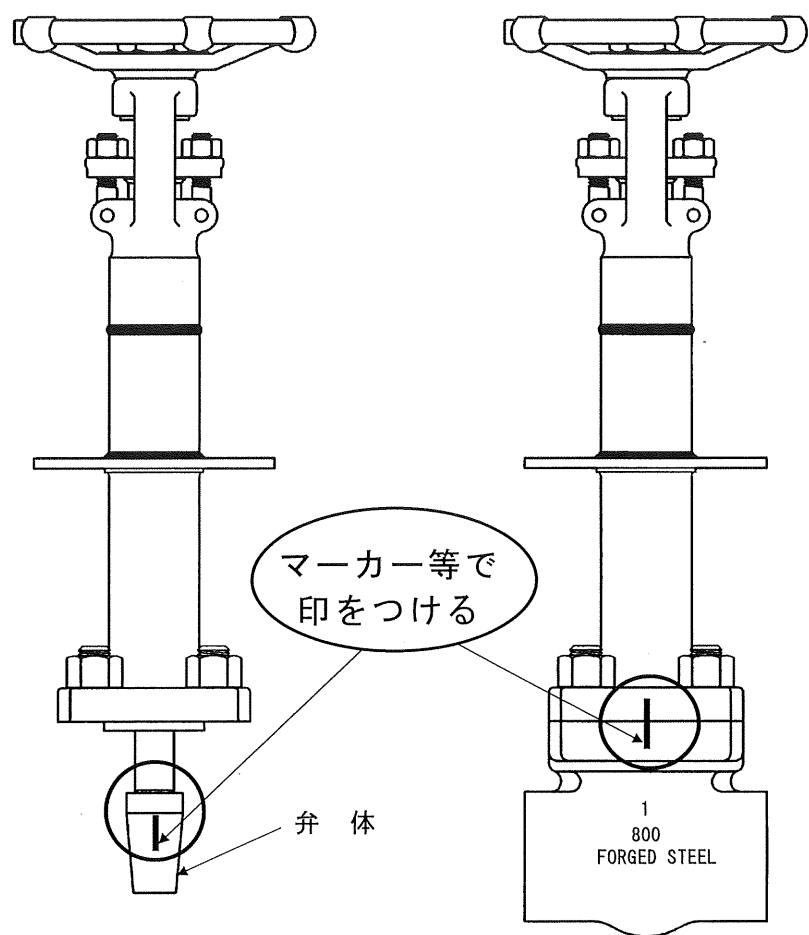

図 7.1 “合マーク” の仕方の例
- ふたボルトナットを緩めるまえに弁箱とふたをまたいでマーカ一等で図 7.1に示すとおり“合マーク”の印をしてください。組立てするとき、“合マーク”に合わせます。
- ① 全閉状態にあるバルブは、ハンドル車を反時計廻りに廻し、バルブを中間開度の状態にしてください。全閉状態にある仕切弁は、弁体とシートリングのシート面が完全に密着していますから、この状態では、以降の分解を難しくしますので、組立てたままの状態ですシート面が離れる状態までバルブを開くことにより分解しやすくなります。
- ② そのままの状態ですふたボルトナットを1本ずつ対角線上に取り外してください。もし、残圧がある場合は、この時点でシューという音と共に漏れがあります。この場合は、シューという音が消えるまで、一時放置して残圧が無くなるのを確認し、作業の安全を確保してから作業してください。
- ③ ふたフランジ部を軽打し、弁箱から弁体、弁棒及びふたを組立てたままの状態です取外し、ガスケットだけの交換の場合は、この状態ですガスケットを弁箱から取り出し、新品と換えることができます。
- ④ 弁棒より弁体を取り外す場合は、シート面に傷がつかないように注意してください。仕切弁の弁体は、再組立のための図 7.1に示すとおり“合マーク”を印して入方向が判るようすしておくことにより当たりの出ているシート面が合致して漏れを防止します。
- ① 全閉状態にあるバルブは、ハンドル車を反時計廻りに廻し、バルブを中間開度の状態にしてください。
- ② そのままの状態ですたボルトナットを1本ずつ対角線上に取り外してください。もし、残圧がある場合は、この時点でシューという音と共に漏れがあります。この場合は、シューという音が消えるまで、一時放置して残圧が無くなるのを確認し、作業の安全を確保してから作業してください。
- ③ ぶたフランジ部を軽打し、弁箱から弁体、弁棒及びぶたを組立てたままの状態です取外し、ガスケットだけの交換の場合は、この状態でガスケットを弁箱から取り出し、新品と換えることができます。
- ④ 弁棒より弁体を取り外します。
- ⑤ 弁棒の底部をホルダー（万力等）で支えます。
- ⑥ ハンドル押え用ナット、ワッシャーを取り外します。
- ⑦ ハンドル車を取り外します。
- ⑧ グランドボルトナットを両方とも取り外し、グランドフランジを上方に当てててルーズにします。
- ⑨ そのままの状態ですぶたを反時計廻りに廻しながら上方に引き抜きます。